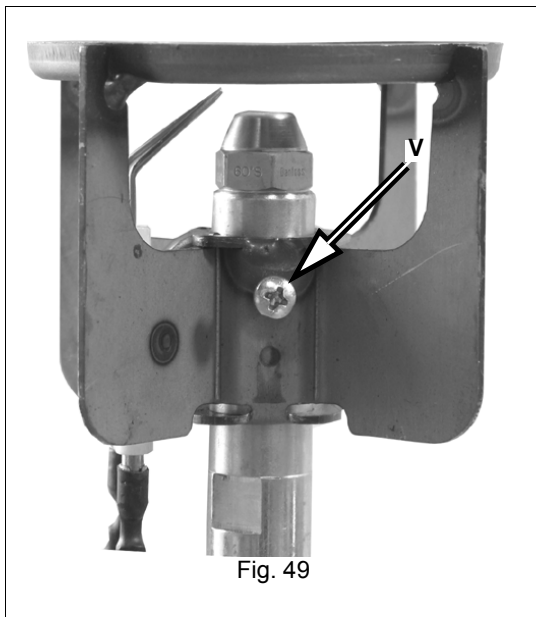
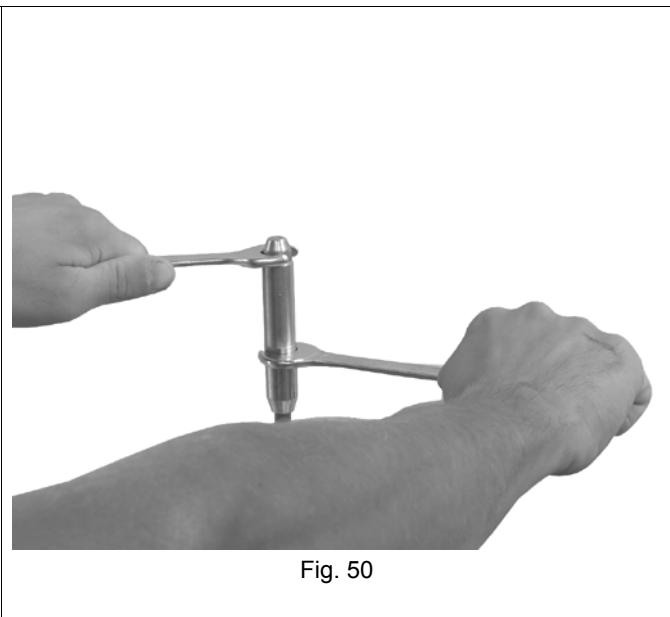

Fig. 49
Fig. 50
- Destornillar el tornillo V que fija la cabeza de combustión y remover la cabeza del portaboquilla (Fig. 49 - Fig. 50). Para remover la boquilla, usar obligatoriamente dos llaves fijas como se muestra en la Fig. 50, para evitar de dañar la placa de soporte componentes del quemador!